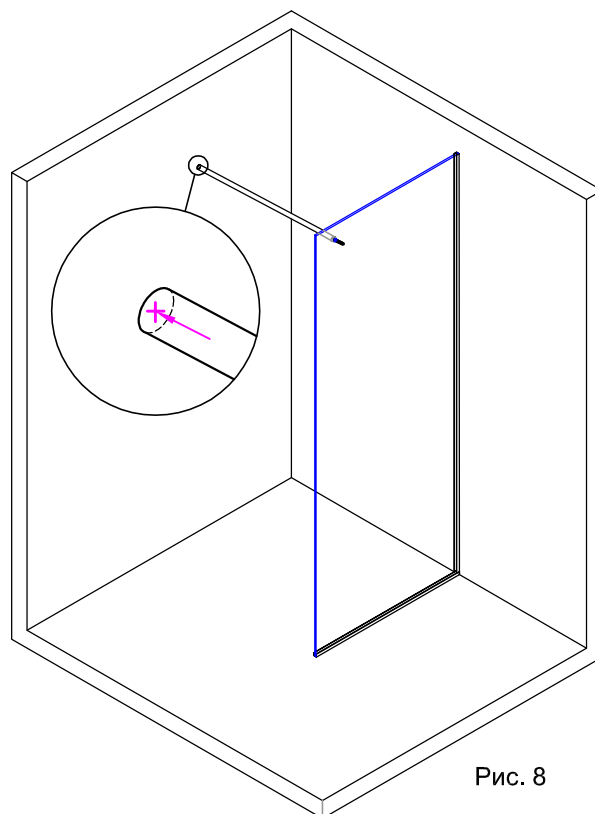

Рис. 8
4.2. Для штанги "сквозь стекло" вставить штангу шпилькой с прокладкой №14 в отверстие на стекле панели (рис.8).
4.3. При помощи уровня обеспечить горизонтальное положение штанги. На противоположной стене отметить положение оси штанги (рис.8).